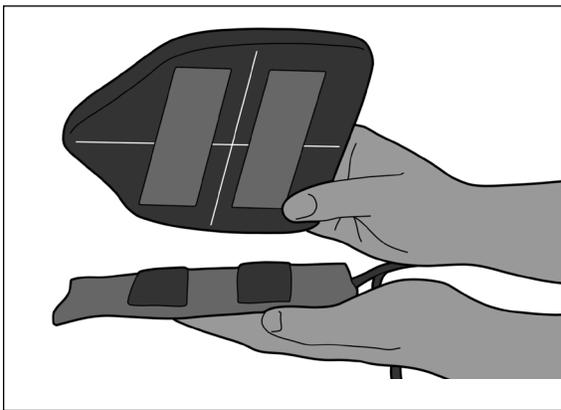

Fig. 1
1. Asegúrese de que la pala está alineada de forma correcta para fijarla a la vejiga (Fig. 1). Alinee el cierre de velcro.